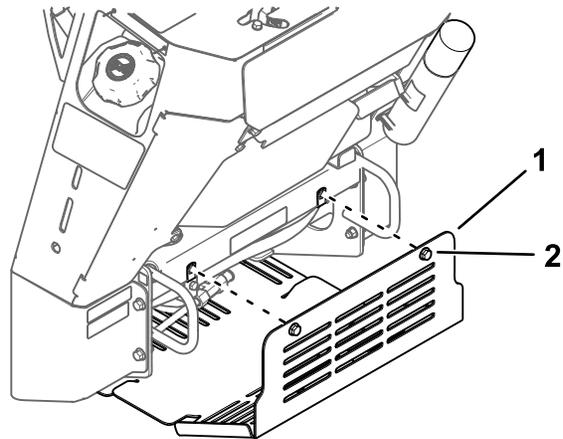

Bild 21
3. Lösen Sie nacheinander die 2 Schrauben, mit denen das untere Schutzblech befestigt ist, bis Sie es abnehmen können (Bild 21).